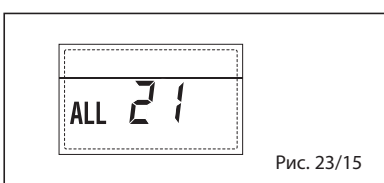

Рис. 23/15
– **СБОЙ ДАТЧИКА СОЛНЕЧНОЙ ЭНЕРГИИ БОЙЛЕРА (S2) «ALL 25» (рис. 23/19)**